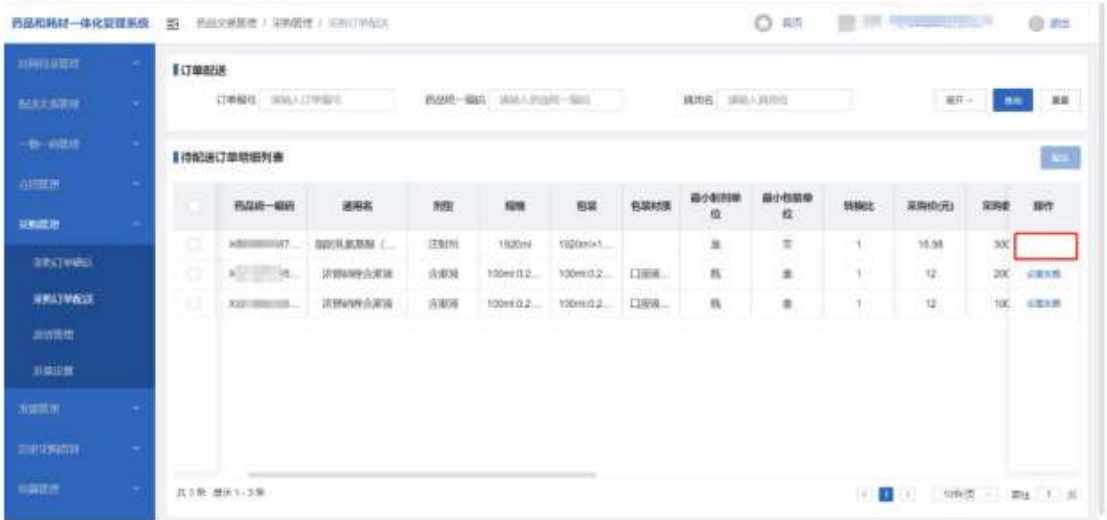

图 4
- 3.配送企业给配送订单设置发票时，医疗机构采购的产品时产品为中选项目产品时（例如：项目类型为“国家集采中选”、“省际联盟集采中选”等），无需设置发票（如图 4 所示）。